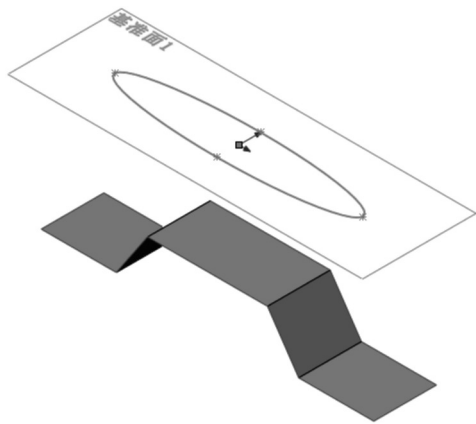

图 6-3 建立基准面 1 并绘制椭圆草图
- [2] 在零件上方建立基准面, 并绘制椭圆草图, 如图 6-3 所示。